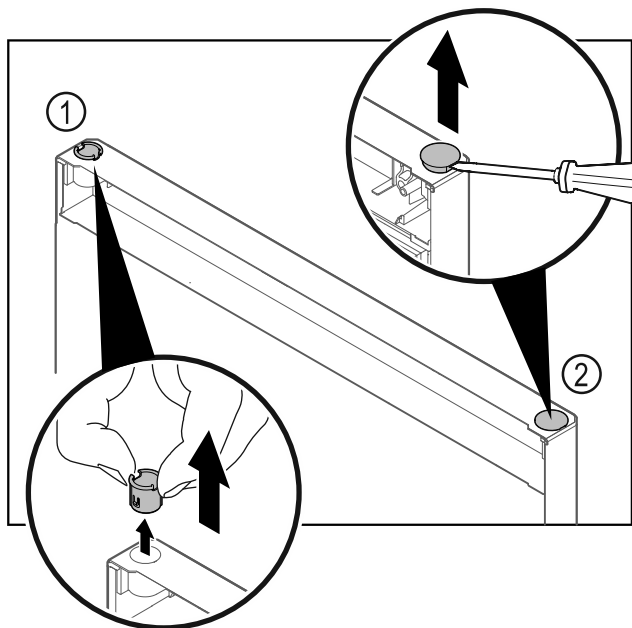

Fig. 20
- Pouzdro závěsu Fig. 20 (1) vytáhněte prsty.
- Krycí zátku Fig. 20 (2) opatrně nadzvedněte plochým šroubovákem a vytáhněte.